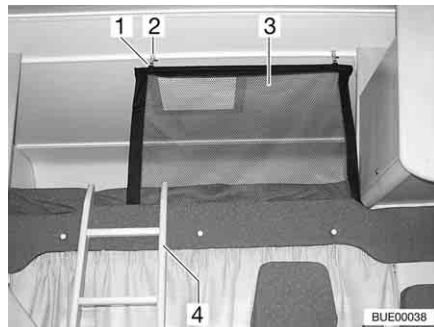
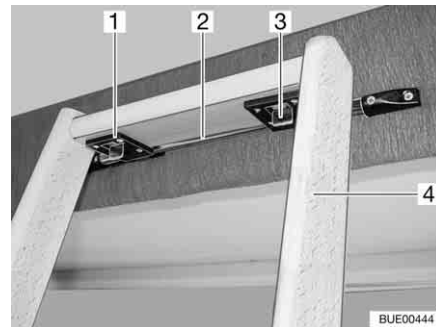

Bild 110 Alkovenbett
Bild 111 Aufstiegsleiter, Verriegelung
Zum Besteigen des Alkovenbetts die serienmäßig beigelegte Aufstiegsleiter (Bild 110,4 und Bild 111,4) benutzen.
- Die Leiter mit den beiden Haken (Bild 111,1) in die Stange (Bild 111,2) an der Alkovenblende einhängen.
- Die beiden Verriegelungen (Bild 111,3) nach vorne schieben.
Das Sicherungsnetz (Bild 110,3) ist serienmäßig zwischen Matratze und Lattenrost verstaut. Das Sicherungsnetz erst aufspannen, wenn sich die Personen bereits im Alkoven befinden.
- Die Halterung (Bild 110,1) in die Ösen an der Decke (Bild 110,2) einhängen.